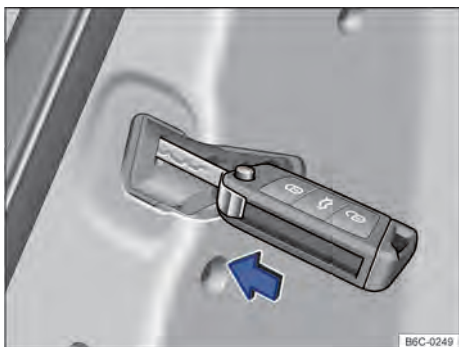

Fig. 57 Nas portas, dianteira direita e traseiras: travamento de emergência do veículo com a haste metálica da chave.
- Inserir a haste metálica da chave na fenda → Fig. 57 e pressionar.